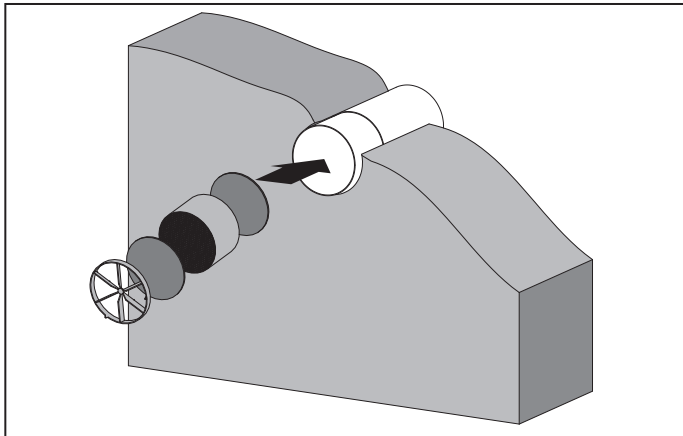

Рис. 9. Монтаж компонентов установки
5. Последовательно установите в телескопический канал фильтр, керамический регенератор, другой фильтр и выпрямитель потока воздуха (см. рис. 9).